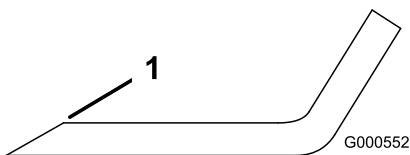

Figura 52
- Utilice una lima para afilar el filo de corte en ambos extremos de la cuchilla (Figura 52).
Nota: Si la cuchilla no está equilibrada, rebaje algo el metal en la parte de la vela solamente con una lima (Figura 52).